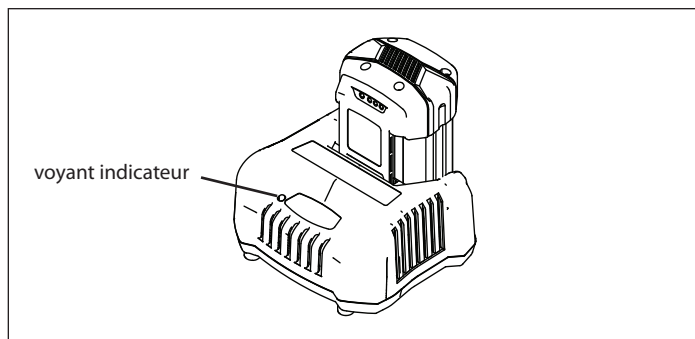

Figure 5
5. Le voyant indicateur de charge doit clignoter en vert. **VOIR FIGURE 5.**